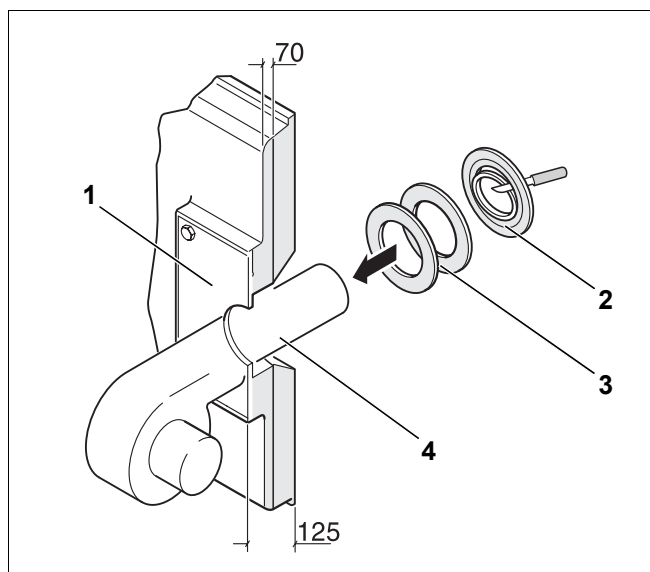

Bild 28 Montage – Brenner
- Brennerplatte (Bild 28, **Pos. 1**) entsprechend dem benötigten Brennerrohrdurchmesser ($\varnothing$ max. 270 mm) bohren oder autogen ausschneiden.
- Isolierringe entsprechend dem Brennerrohrdurchmesser ausschneiden (Bild 28, **Pos. 2**).
- Den verbleibenden Spalt zwischen Brennertürwärmedämmung und Brennerrohr (Bild 28, **Pos. 4**) mit den angepassten Isolierringen (Bild 28, **Pos. 3**) ausfüllen.